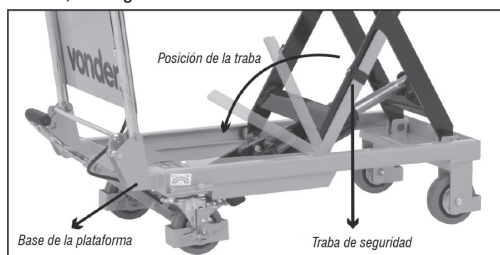

Fig. 2 – Trabamiento de la plataforma
1. Elevar la plataforma hasta la altura máxima, ver fig. 2.
2. Bajar las 2 trabas de seguridad hasta apoyar en la base, ver fig. 2.
3. Bajar el pistón hasta el trabamiento de la plataforma, ver fig. 2